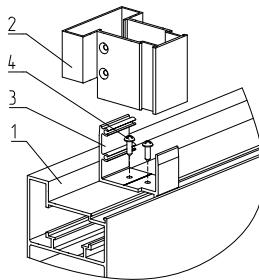

Рис. 63. Установка соединителей под вертикальный разделительный импост (столб)
- установка соединителей под вертикальный разделятельный импост(столб) (рис. 63).